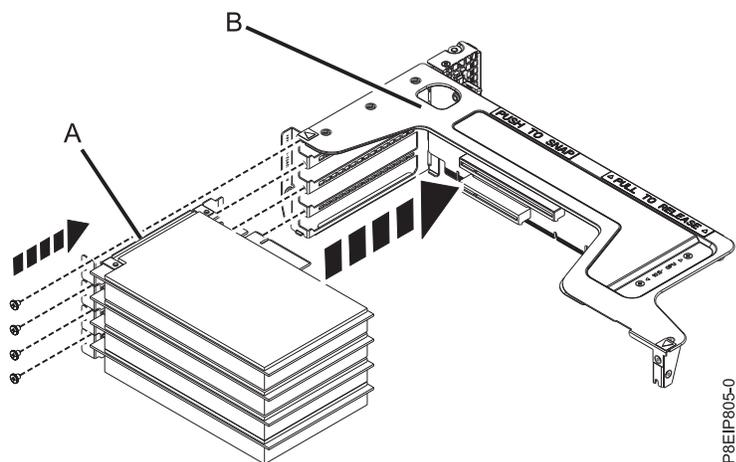

Figura 63. Inserción de un adaptador PCIe en la tarjeta de expansión
- g. Conecte el adaptador **(A)** en la ranura adecuada en la tarjeta de expansión del adaptador PCIe **(B)**, como se muestra en la Figura 63 en la página 91.